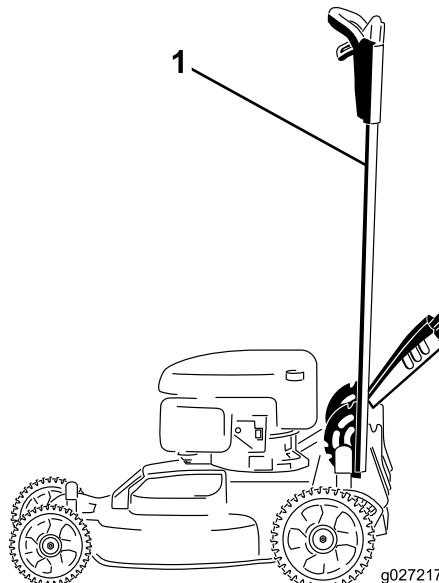

Figure 40
- Bloquez le guidon en position verticale (Figure 40) ; voir Réglage de la hauteur du guidon \(page 12\).